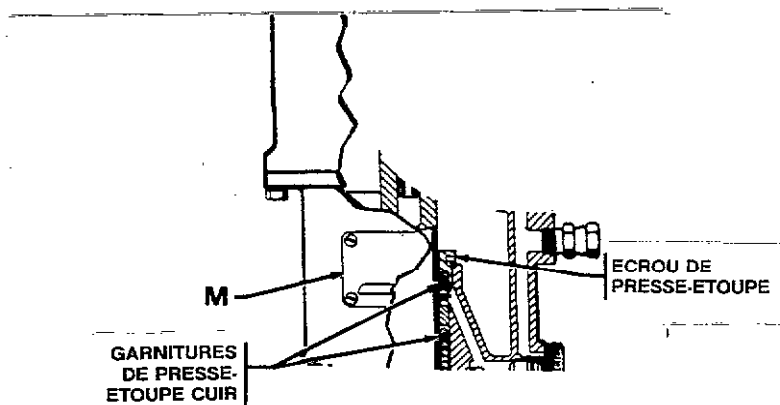

Fig 3
Pour procéder à la vérification, suivre tout d'abord l'**Avertissement Procédure de Décompression** de la page 9. Puis déposer la plaque d'identification (M) du moteur. A l'aide d'une clé à ergots ou d'une tige de 5,6 mm de diamètre, procéder au réglage de l'écrou. Remettre en place la plaque d'identification avant de faire fonctionner la pompe. Voir Fig. 3.